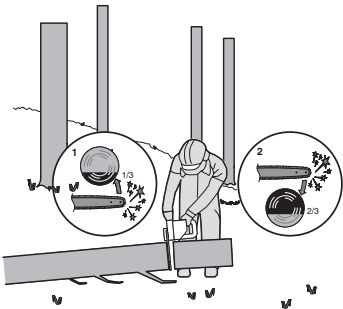

Bild 4
När stocken stöttas i ena änden, så som visas på bild 4, såga in 1/3 diameter från undersidan (kapning från undersidan) (1). Avsluta med att kapa från ovasidan för att möta det första snittet (2).